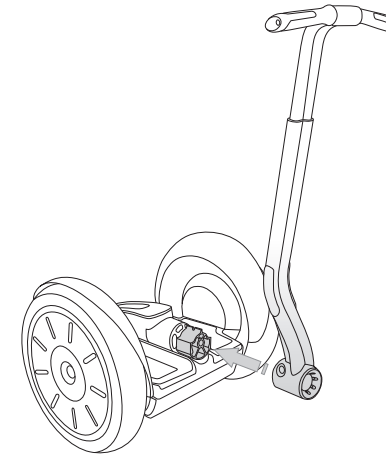

Abbildung 3. Den LeanSteer-Rahmen an der Steckhülse befestigen
4. Schieben Sie den LeanSteer-Rahmen wie in Abbildung 3 gezeigt von der Steckhülse weg. Dazu sollte lediglich ein geringer Kraftaufwand von Nöten sein.
6. Befestigung des LeanSteer-Rahmens: Schieben Sie den LeanSteer-Rahmen auf die Steckhülse. Siehe Abbildung 3.